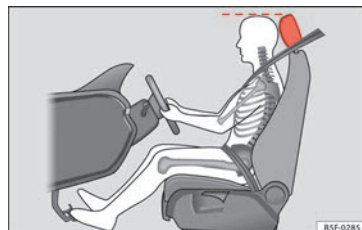

Fig. 92 Position correcte de l'appuie-tête du conducteur
- Réglez l'appui-tête de sorte que le bord supérieur de celui-ci soit à la même hauteur que la partie supérieure de votre tête » fig. 92.